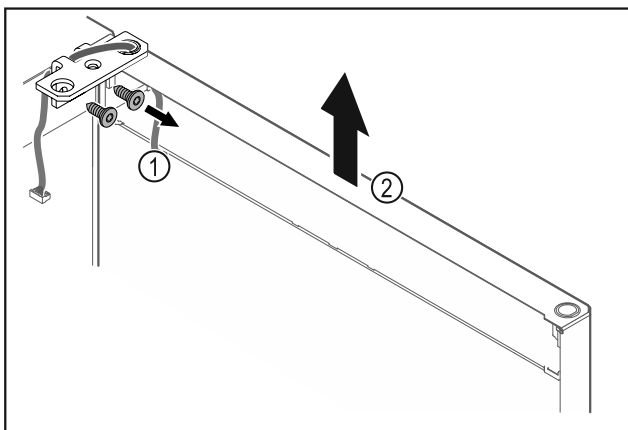

Fig. 23
- Noskrūvējiet lokāmos kronšteinus Fig. 23 (1).
- Paceliet durvis kopā ar lokāmajiem kronšteinu Fig. 23 (2) apmēram 200 mm taisni uz augšu un noņemiet tās.